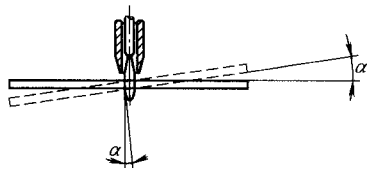

图 1
(1) 割枪与工件不垂直 在等离子弧切割加工过程中,当割枪的电极、喷嘴与切割的工件不垂直时,就会成切割断面倾斜,当工件与割枪的垂直平面相差 α 时,在保证切割时不受其他因素影响的情况下,切割面的倾斜度也为 α , α 的值越大,倾斜的程度越严重(见图1)。因此,在放置钢板前,要清理工作台上原先切割时累积的大块的金属瘤,避免因此而造成钢板倾斜;另外在切割前需检查割枪是否垂直,如果不是则需认真调整后才能使用。